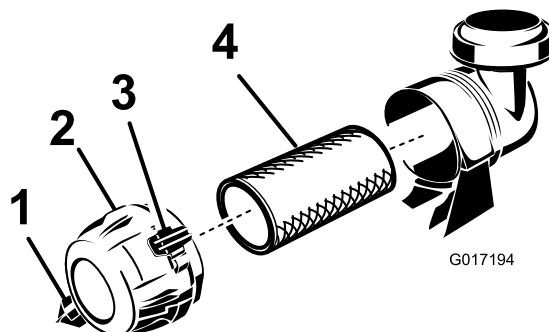

Figura 22
1. Puxe o trinco para fora e rode a cobertura do filtro de ar no sentido contrário ao dos ponteiros do relógio (Figura 22).
3. Faça deslizar o filtro para fora do corpo do filtro de ar (Figura 22), suavemente, para reduzir a quantidade de pó depositada no seu interior. Evite bater com o filtro no corpo onde se encontra alojado.
3. Limpe a porta de ejeção de sujidade que se encontra na tampa amovível (Figura 22). Retire a válvula de saída em borracha para fora da tampa, limpe a cavidade e volte a colocar a válvula de saída.